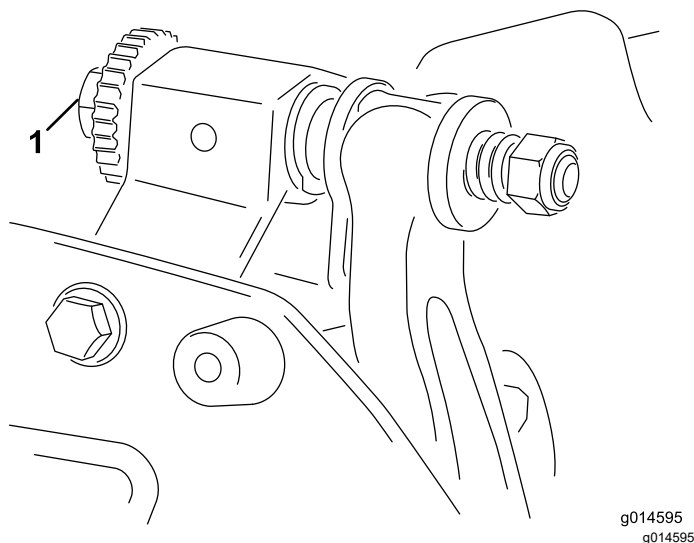

図 5
- A. ベッドバー調節ねじ **図 5** を 1 クリックずつ均等に締めながら、ごく軽い接触が得られるようにする。
6. シムを左右に滑らせながら右側のベッドバー調整ねじ 図 5を回して、シムに 軽い 圧迫シムが挟まれる感じを感じる程度に調整する。シムを抜き取る。